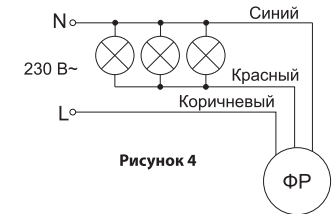

Рисунок 4
3. Подключить сетевые провода и провода от нагрузки к присоединительным проводам фотосенсора согласно схеме подключения (Рисунок 4):
- коричневый провод - подключение фазы (L)
- синий провод - подключение нейтрали (N)